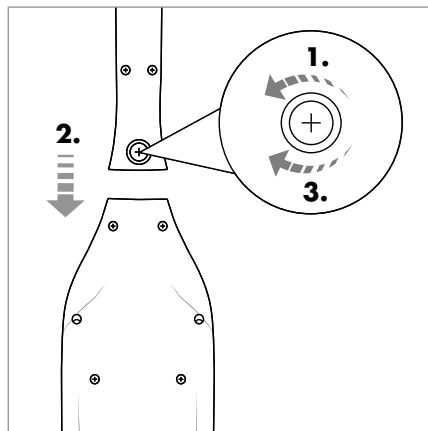

Fig. 2
- 1) Afloje el tornillo 13 de la parte trasera de la columna 12 con un destornillador de estrella en sentido antihorario. Retire el tornillo 13 del orificio de la columna 12 (fig. 2).
- 2) Coloque la columna 12 sobre el soporte de la columna del aparato. Desplace la columna 12 totalmente por el soporte de la columna hasta que quede bien fijada en el aparato (fig. 2).
- 3) Vuelva a colocar el tornillo 13 en el orificio de la parte trasera de la columna 12. Apriete bien el tornillo 13 con un destornillador de estrella en sentido horario (fig. 2).